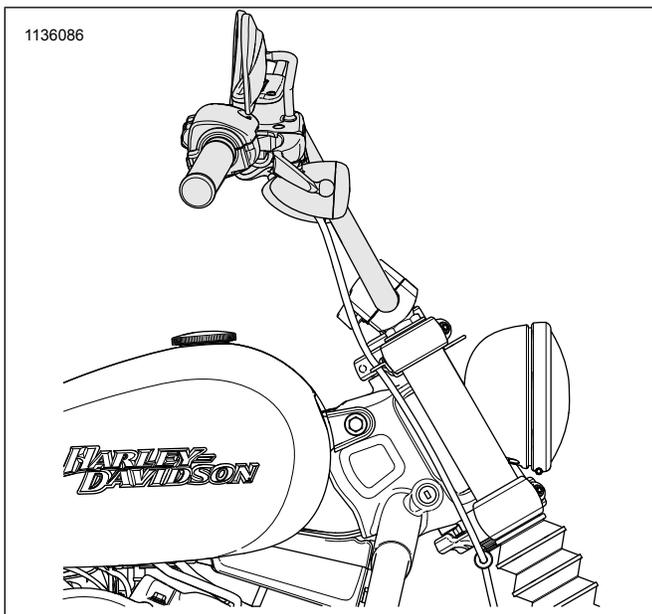
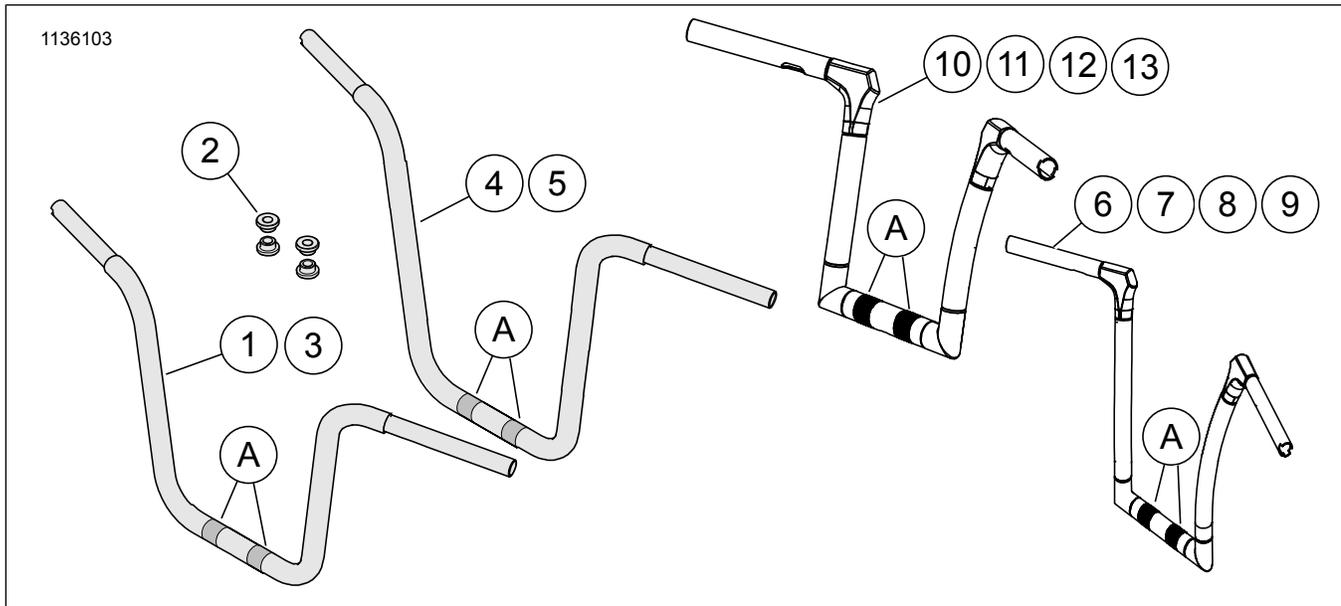

Figure 4. Orientation d'installation du guidon (classique)
Figure 5. Pièces de rechange : Guidon
1. Voir Figure 5 . Installer le guidon (1) sur la base du support de guidon en acheminant les groupes de fils vers le bas dans le support de guidon de fourche supérieur.
2. Installer le guidon avec les zones moletées (A) centrées sur la base de support de guidon.
4. Voir Figure 4 . Ajuster l'angle du guidon. Les montants du guidon sont à peu près parallèles à la fourche avant.
6. Voir Figure 5 . Placer les bouchons de trou (2) dans le guidon.